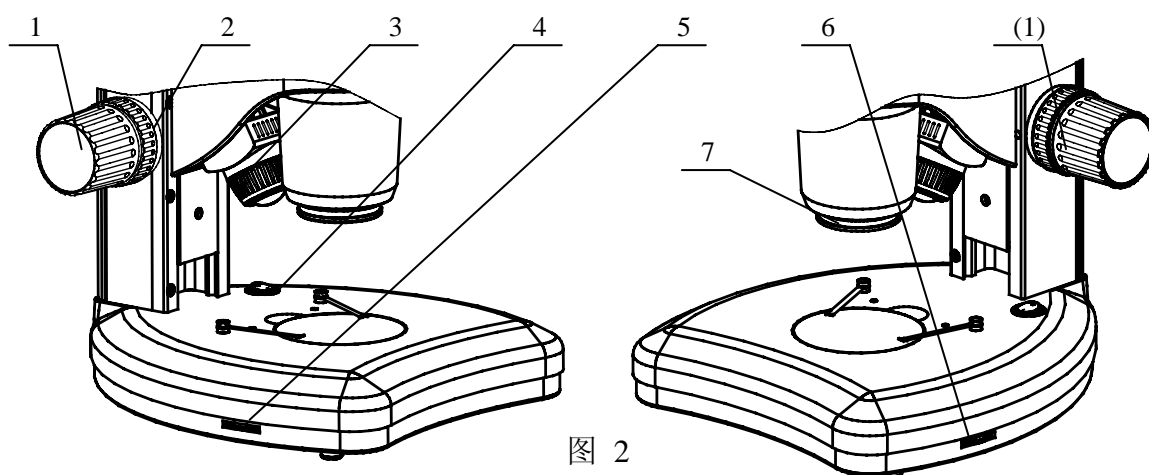

图 2
打开显微镜**电源总开关 4**（将开关拨至“-”处），表示照明系统开始工作。旋转调光旋钮**5/6**可以调节反射/透射光的亮度，使视场亮度适合目视观察，**反射照明 3**的角度可以调节。若使用附加照明装置（环形光管，环形LED照明器等），可将装置紧固**物镜筒 7**上。在见图 2。
5.2-2 调焦手轮松紧调节：仪器在出厂之前，调焦手轮已经预设到一个松紧程度适中的位置。如果您希望调节其松紧，可以调节**松紧调整手轮 2**，顺时针旋转可以使调焦手轮旋转时变轻，反之则使调焦动手轮旋转时加重。见图 2。